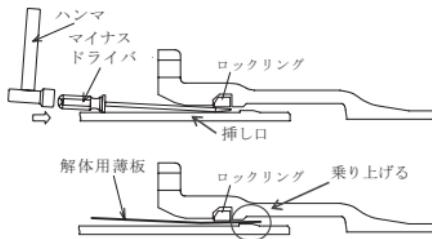

図 57 解体用薄板の挿入
- (2) 呼び径 700 ~ 1000 は、押輪分割部にボルト・ナットを取り付けた状態で押輪をずらす（ボルトに傷をつけないように注意する）。
- (3) ゴム抜き具（ドライバなど）を使用して、ゴム輪およびバックアップリングを抜き出す。解体した箇所のゴム輪およびバックアップリングは、再使用すると漏水の原因となるので再使用はしない。
- (4) 図 57 に示すように、ロックリングと挿し口の間にマイナスドライバを叩き込み、その隙間に解体用薄板を円周方向に 6 枚程度挿入する。この時、解体用薄板は挿し口突部に乗り上げるようにセットする。